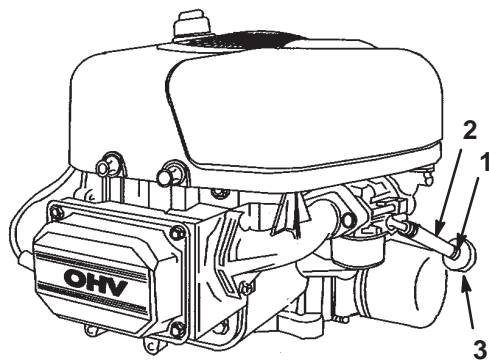

Figure 26
7. Pincez les extrémités du collier de fixation et poussez le collier en haut de la conduite d'alimentation, en direction du réservoir de carburant (Fig. 26).
8. Débranchez la conduite d'alimentation du filtre (Fig. 26) et laissez l'essence s'écouler dans un bidon ou un bac de vidange.
Le meilleur moment pour remplacer le filtre à carburant (Fig. 26) est lorsque le réservoir à carburant est vide. Ne remontez jamais un filtre sale après l'avoir enlevé de la conduite d'alimentation.
6. Pincez les extrémités des colliers et faites glisser ceux-ci pour les éloigner du filtre (Fig. 26).